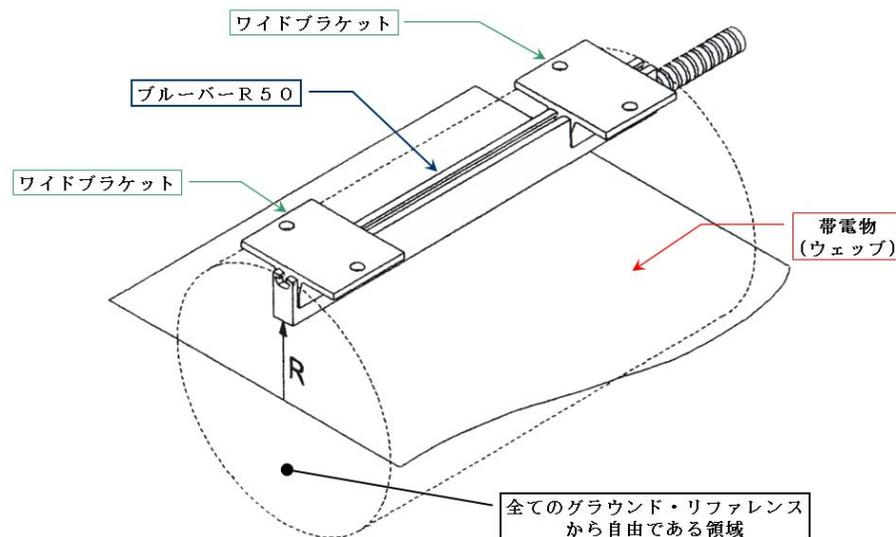

図13 ブルーバーR50の取付
- ブルーバーR50を図13に示すように放電電極は針状で、先端は鋭利に尖っており、容易に肌等に突き刺さります。取り扱いには十分注意して下さい。